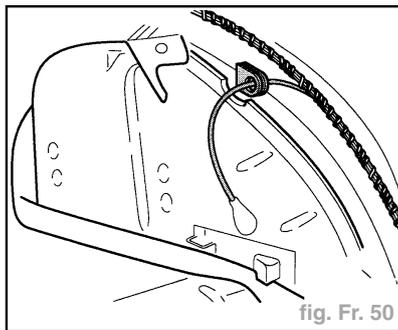

fig. Fr. 50
- Localiser la soudure sur le câble du capteur de régime (fig. Fr. 50).